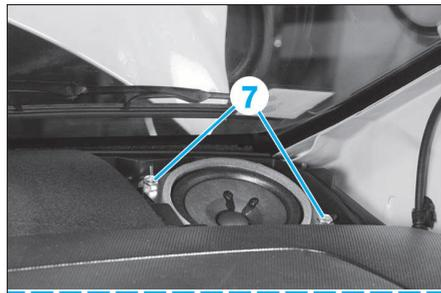

FIG. 43
• Déposer les vis de fixation (7) (Fig.43), puis extraire de chaque côté les haut-parleurs en débranchant leurs connecteurs (8) respectifs